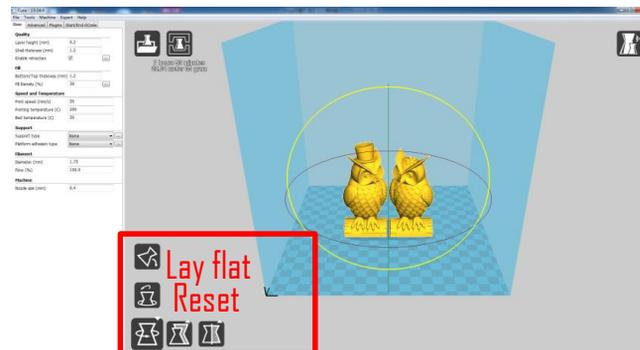

Abbildung 21
- (1) Vergrößern/Verkleinern: Bewegen Sie das Mausrad
- (2) Blickwinkel ändern: Klicken Sie mit der rechten Maustaste auf das Modell, halten Sie die Maustaste gedrückt und bewegen Sie die Maus
- (3) Positionsänderung: Klicken Sie mit der linken Maustaste auf das Modell, halten Sie die Maustaste gedrückt und ziehen Sie das Modell zum Verschieben.
- (4) Drehen: Klicken Sie einfach mit der linken Maustaste auf das Modell, und es erscheinen mehrere Symbole unten links im Fenster (Abb. 21). Klicken Sie auf die Schaltfläche Drehen, es erscheinen 3 Kreise um das Modell. Drehen Sie das Modell, indem Sie die Kreislinien verschieben.
> Flachlegen: Es ist sehr wichtig sicherzustellen, dass der flache Teil des Modells gut an der Plattform befestigt ist. Verwenden Sie daher bitte nach jedem Drehen des Modells die Option Flachlegen, da dies die Haftungsprobleme beim Drucken minimiert. (Abb. 21)> Zurücksetzen: Klicken Sie darauf, um das Modell wieder in die ursprüngliche Ausrichtung zu bringen.